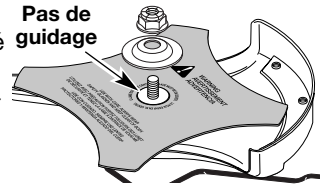

Fig. 11
5. Assurez-vous que la lame de coupe est centrée sur le pas de guidage et qu'elle repose à plat contre la bague de l'arbre de sortie (Fig. 11).